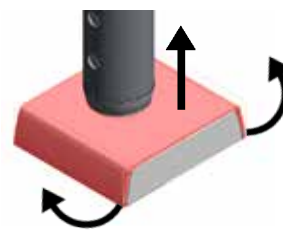

Fig. 3
- ⇒ Слегка отогните крышку справа и слева и сдвиньте ее вверх (рис. 3).